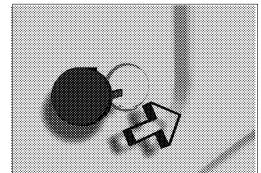

Fig. 3
- Dans les orifices d'où ont été retirées les vis de bridage, insérez les vis de fermeture en plastique fournies avec les accessoires. (Fig.3)